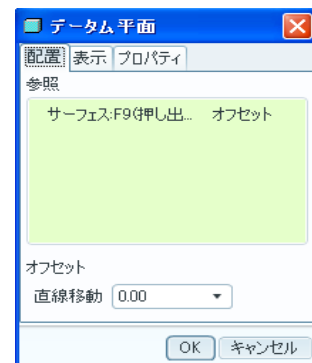

図 4-32 データム平面 DTM2 の参照ボックス
- 図 4-32 に示すように、参照ボックスのオフセット直線移動距離を 0mm 位置に設定する。